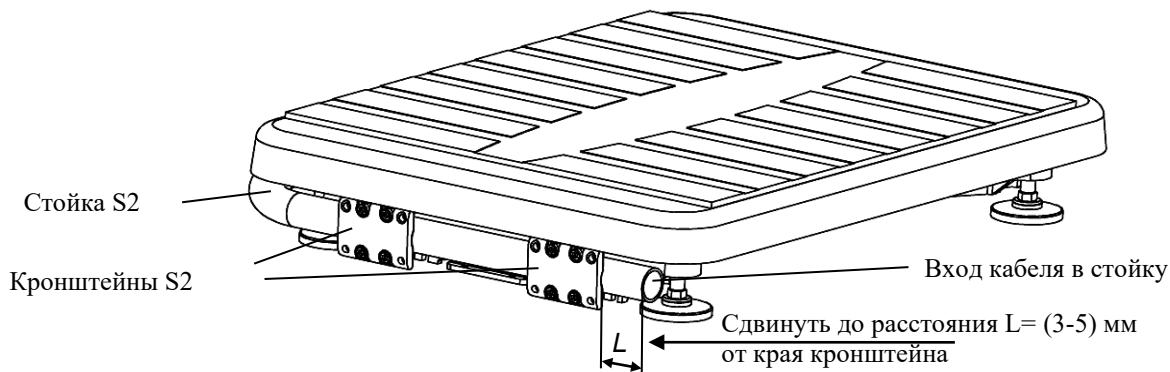

Рисунок 7.2 – Крепление круглой вращающейся стойки к основанию платформы весовой
- В основании весов сдвинуть стойку в направлении указанном стрелкой (рис. 7.2), обеспечив расстояние  $L = (3-5)$  мм от ее края до края кронштейна.
- Излишек кабеля на входе в стойку (рис. 7.2) заправить внутрь стойки.